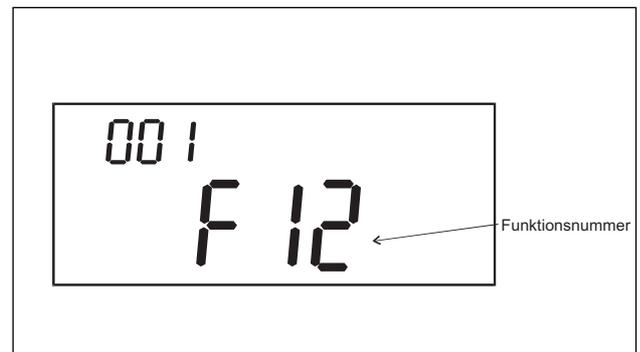
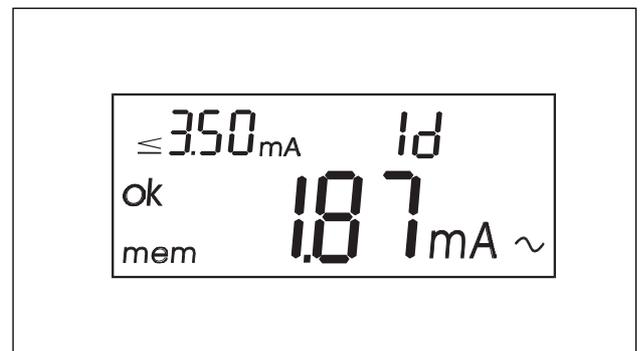

Abb. 9.7
Abb. 9.8
- Die entsprechende **Prüflingsnummer** über die numerische Tastatur (11) eingeben. Die Nummer besteht aus sechs Ziffern und muss zwischen 000 001 und 999 999 liegen. Führende Nullen, d.h. die Zahl Null an erster Stelle (z.B. 001 234), brauchen nicht eingegeben zu werden. Die Taste **EINGABE** kann verwendet werden, um zwischen der Prüflings- und der Kundennummer umzuschalten.
- Die Taste **ABRUFEN** nochmals drücken, um die eingegebene Kunden- und Prüflingsnummer zu bestätigen. Folgendes wird kurz angezeigt (siehe Abb. 9.7 Beispiel für Differenzstrommessung):
Dann wird das zuletzt gespeicherte Ergebnis für die ausgewählte Kunden- / Prüflingsnummer wie folgt dargestellt (Abb. 9.8 Beispiel für Differenzstrommessung):
- Mit der Taste **ANZEIGE** kann zwischen gespeicherten Messwerten und der Messfunktions-/Kunden-/Prüflingsnummer umgeschaltet werden d.h. zwischen Abb. 9.7 und Abb. 9.8.